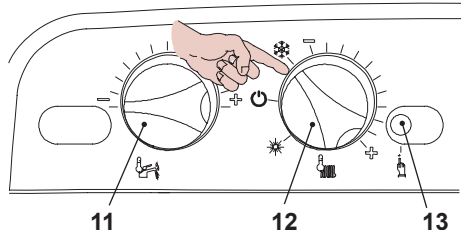
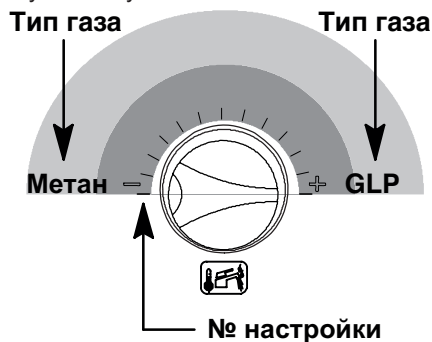

Рисунок 8.4
Рисунок 8.9
- Установите регуляторы 11 и 12 так, как показано на рисунке Рисунок 8.4
- Чтобы настроить тип газа, войдите в режим программирования, нажав и удерживая в течение 15 секунд кнопку перезапуска 13 (Рисунок 8.4), пока
- Нажмите кнопку перезапуска 13, см. Рисунок 8.4, и пролистайте параметры до P05, предназначенного для настройки типа газа. На ЖК-дисплее последовательно отобразятся следующие символы (параметр P05 будет загораться поочередно с 01).
Пример: если котел будет питаться сжиженным газом (G31), но настроен на питание метаном (G20), установите регулятор 11, см. Рисунок 8.4, как показано на рисунке Рисунок 8.9.
- Нажмите кнопку перезапуска 13, см. Рисунок 8.4, и пролистайте параметры до **P06**, предназначенного для настройки типа газа (второго уровня). На ЖК-дисплее последовательно отобразятся следующие символы (параметр **P06** будет загораться поочередно с **01**).
- Чтобы изменить настройку, поверните регулятор температуры в системе горячего водоснабжения 11, см. Рисунок 8.4, и установите его в выбранное положение, см. также Рисунок 8.9.